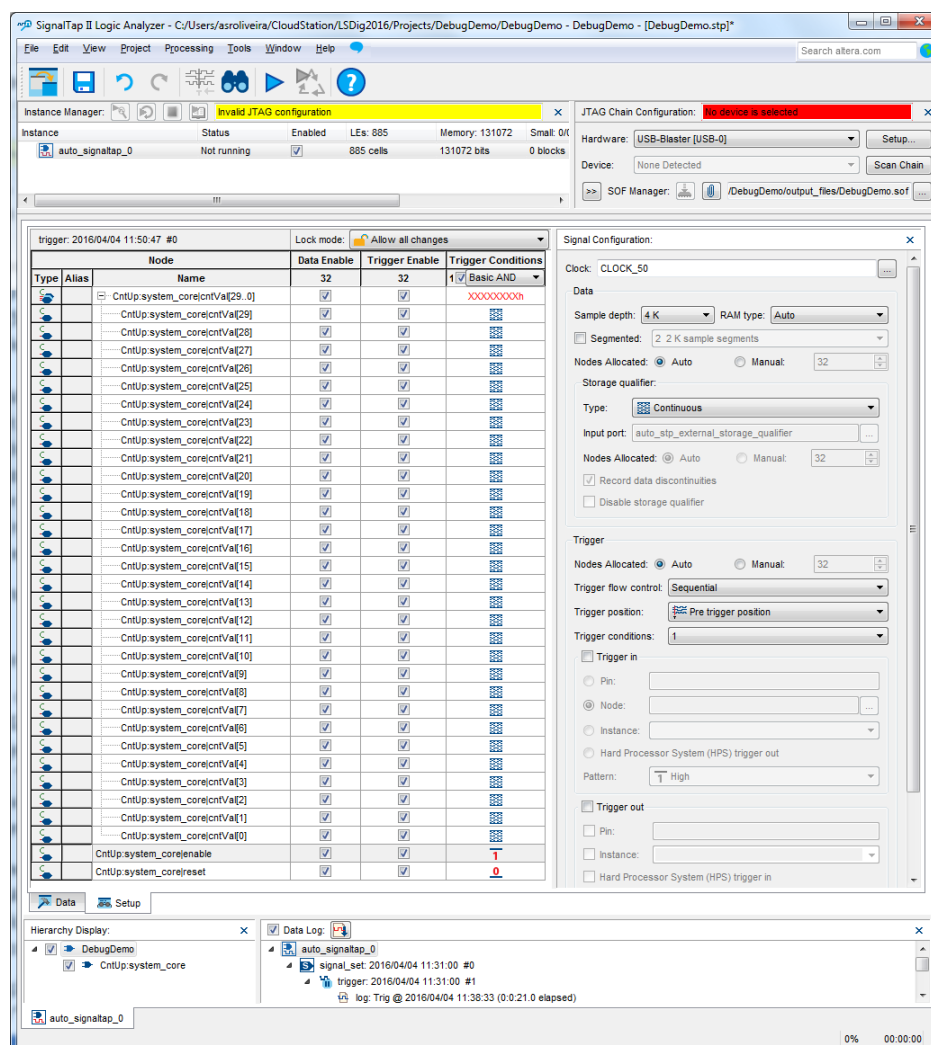

Figura 23 – Aspeto da aplicação “*SignalTap II Logic Analyser*” com os parâmetros configurados.
5. Após premir *Insert* e fechar a janela de “*Node Finder*” deverá configurar na janela principal os seguintes parâmetros (Figura 23):
8. Especifique o ficheiro SOF a usar para configurar a FPGA (“*output\_files/DebugDemo.sof*”) e programe a FPGA (botão  no canto superior direito da Figura 23). O ficheiro SOF inclui quer a configuração da lógica do sistema desenvolvido, quer a configuração da lógica correspondente às componentes de hardware do analisador lógico.